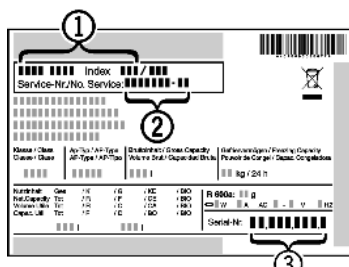

Fig. 11
► Označení přístroje Fig. 11 (1), servisní číslo Fig. 11 (2) a sériové číslo Fig. 11 (3) naleznete na typovém štítku. Identifikační typový štítek je umístěn na levé vnitřní stěně přístroje.
► Informujte zákaznický servis a sdělte poruchu, označení přístroje Fig. 11 (1), servisní číslo Fig. 11 (2) a sériové číslo Fig. 11 (3).